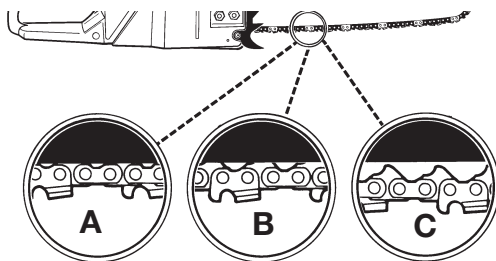

Fig. 23
PRECAUCION: Si la cadena de la sierra se encuentra MUY SUELTA o MUY APRETADA, la rueda dentada, barra, cadena y los rodamientos de el cigüeñal se desgastaran mas rápidamente. Estudie la Fig. 23 para información respecto a la tensión fría correcta (A), tensión caliente correcta (B), y como una guía para cuando la cadena de la sierra requiera algún ajuste (C).